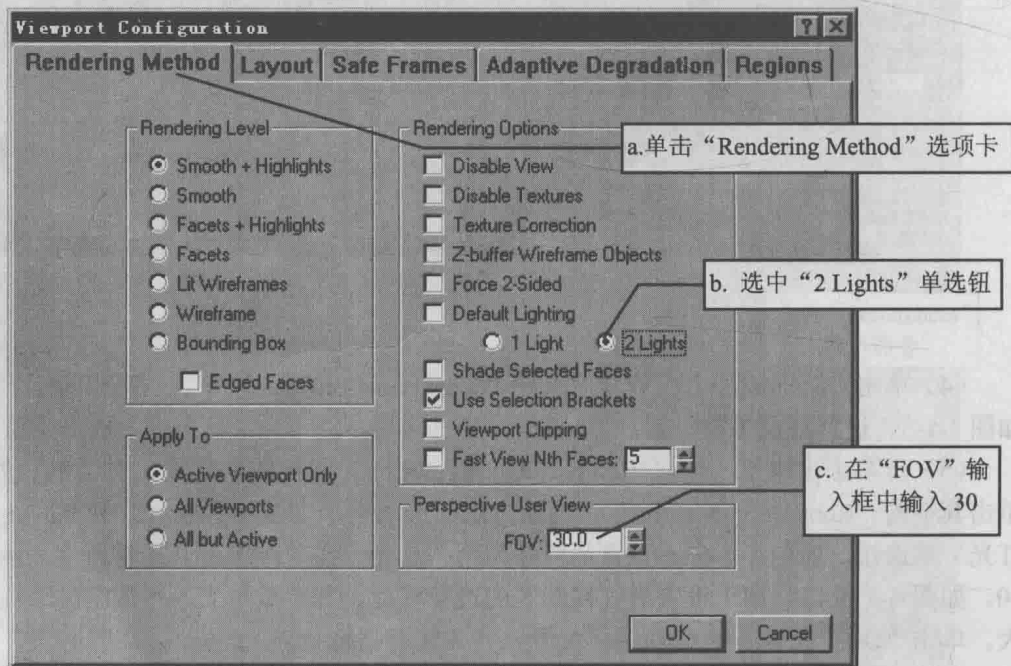

图 1-1-6
(5) 屏幕上出现了一个“Viewport Configuration”（视图区配置）对话框，如图 1-1-6。单击其中的“Rendering Method”（渲染方法）选项卡，如图 1-1-6a。选中“2 Lights”（2 个灯光）单选按钮，如图 1-1-6b，设置环境灯为两个灯光。在“FOV”（透视程度）输入框中输入 30，如图 1-1-6c，它用于设置透视视图区的透视程度，其参数越大，视图区的透视程度也就越大。单击“OK”按钮，完成视图区配置，并关闭对话框。